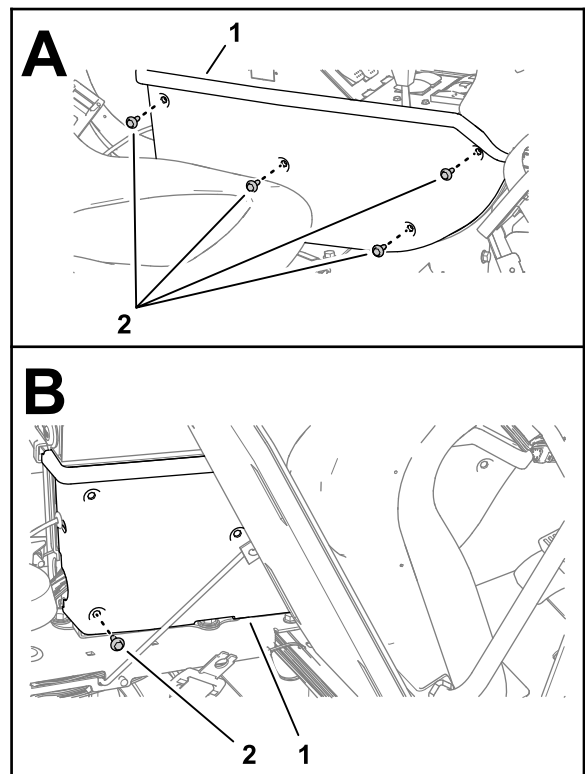

Bild 110
3. Befestigen Sie die Seitenplatte mit vier Bundkopfschrauben (1/4" x 3/4") am Konsolenrahmen (Bild 110).
4. Kippen Sie den Sitz nach vorne und bringen Sie die untere hintere Bundkopfschraube an (Bild 110).